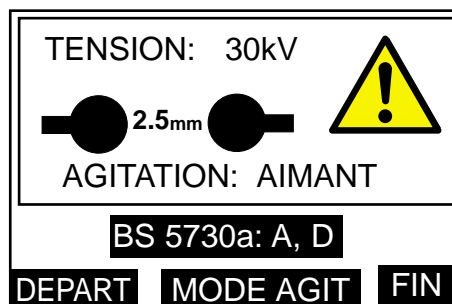

Figure 43. Ecran d'affichage de démarrage de l'essai BS5730a.
5. L'écran indique alors la tension correcte de tenue ainsi que l'écartement sélectionné des électrodes. Si, par exemple, vous appuyez sur la touche 2.5mm, l'écran de la Figure 43 apparaît.